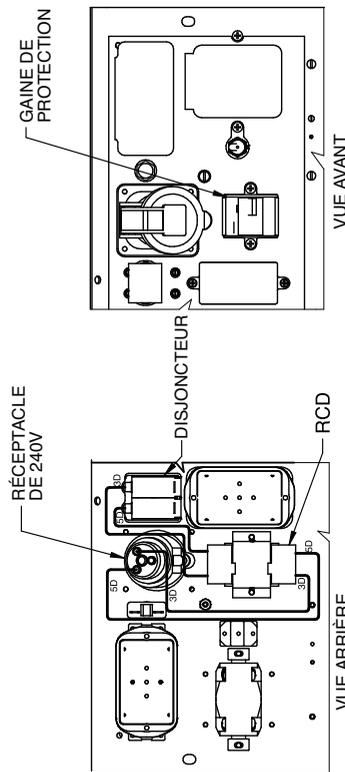

FIGURE 3
6. BRANCHER LES FILS DU DISJONCTEUR ET DU RÉCEPTACLE SUR LE RCD COMME SUR L'ILLUSTRATION ET SERRER LES FILS À 2.4 NM (21 in.lb). (VOIR LA FIGURE 3). NOTER LA CONFIGURATION DES FILS. RECOURVRIR LA ZONE OÙ LES FILS SONT BRANCHÉS SUR LE RCD D'UNE COUCHE D'ENDUIT DE SILICONE RTV.